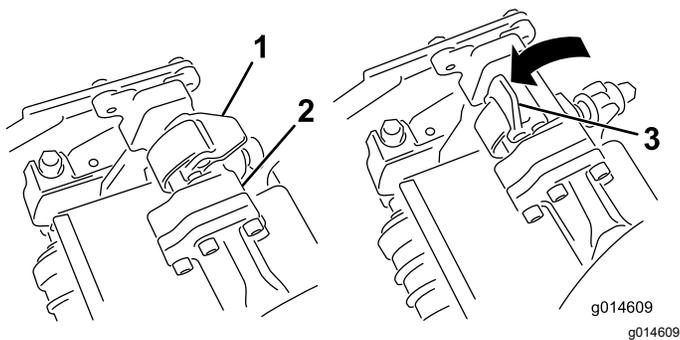
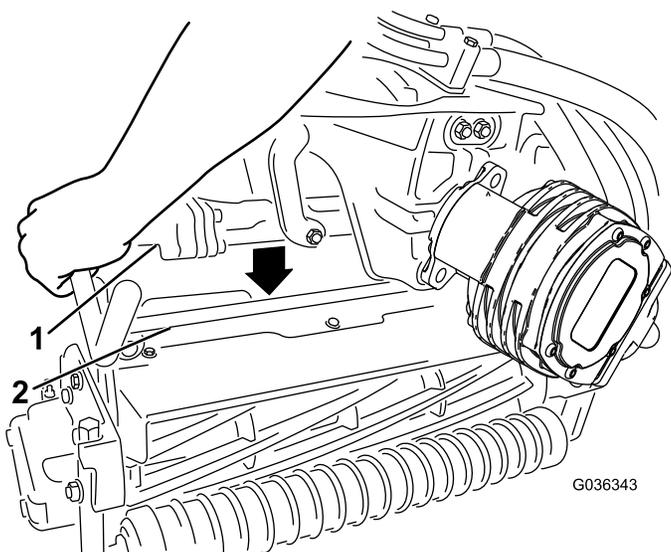

Рисунок 54
Рисунок 55
4. Когда защелки на штанге рычага подвески направлены вверх (т.е. открыты) (Рисунок 54), нажмите на рычаг подвески так, чтобы штанга села на поперечный стержень наверху режущего блока (Рисунок 55).
5. Опустите защелки и поверните вокруг стержня режущего блока и заблокируйте их (Рисунок 54).
5. Откройте защелки на штанге рычага подвески режущего блока, который необходимо снять (Рисунок 54).